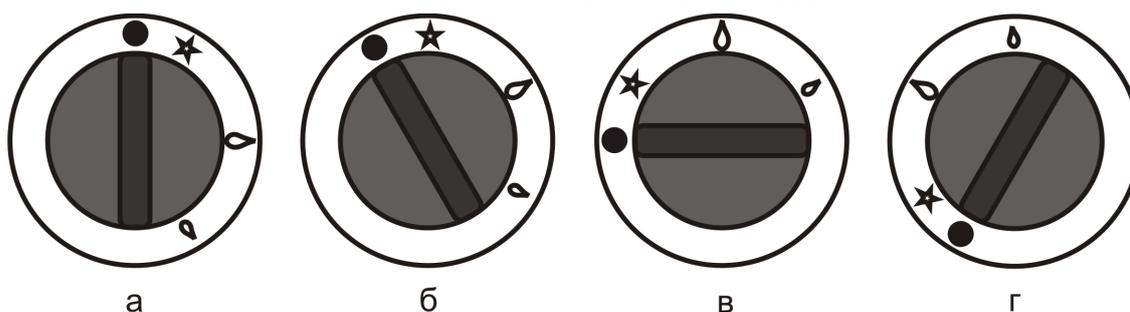
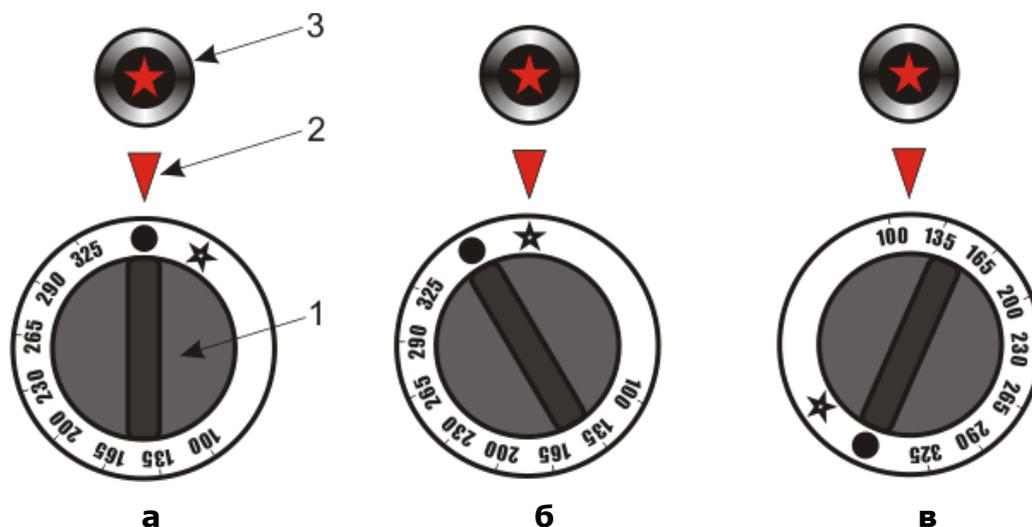

Рис.8. Соответствие положения ручки крана режиму работы горелок открытого пламени и горелок с закрытой поверхностью:
Рис.9. Положение ручки и режимы работы духового шкафа:
- Включите горелку и переведите ручку крана соответствующей горелки в режим «малого пламени» (см. рис.8г).
- Зажгите основную горелку духового шкафа (см. п.6.4) и установите температурный режим 100 °С (см. рис.9).
- Убедитесь в том, что ручки кранов находятся в положении, соответствующем закрытому состоянию крана (см. рис. 8а, рис. 9а). Если краны находятся в открытом состоянии, или в состоянии, соответствующем розжигу запальной
После окончания работы с плитой необходимо перевести все ручки кранов в закрытое состояние (см. рис. 8а, рис. 9а) и закрыть кран газопровода, а в случае использования баллонов СУГ – краны баллонов.
**Внимание! При первом включении плиты необходимо выпустить воздух из газового тракта. Для этого удерживайте ручку крана в нажатом состоянии в положении «розжиг запальной горелки» (рис. 8б, 9б) в течение 1 минуты, после чего можно приступить к работе с плитой.**
- В исходном состоянии ручка крана находится в положении, соответствующем закрытому состоянию крана (см. рис. 8а)
- Нажав на ручку крана до упора и, удерживая её в нажатом состоянии, поверните её против хода часовой стрелки в положение «розжиг запальной горелки» (см. рис.8б). Через 3 – 5 секунд (при первом пуске плиты, а также после каждой замены баллона – через 60 секунд) поднесите источник огня к запальной горелке или нажмите на соответствующую кнопку пьезорозжига 9 (см. рис.1). Если запальная горелка не зажглась, отпустите ручку крана, и, при повторном нажатии на нее, вновь поднесите источник огня к запальной горелке или нажмите кнопку пьезорозжига. После появления пламени в запальной горелке, удерживайте ручку крана в нажатом состоянии в течение 5-10 секунд, до срабатывания предохранительного клапана, кнопку пьезорозжига при этом можно отпустить. Затем отпустите ручку управления и убедитесь, что запальная горелка горит. Если запальная горелка погасла, следует повторить процедуру розжигания.
- При повороте ручки крана, с легким нажимом на нее, против хода часовой стрелки – кран открывается и осуществляется розжиг основной горелки. Положение крана в режиме «максимальное пламя» и «малое пламя» представлено на рис. 8в и рис. 8г соответственно. Перевод крана с одного режима на другой осуществляется с помощью легкого нажатия на ручку крана.
- При повороте ручки по ходу часовой стрелки в положение «розжиг запальной горелки» (см. рис. 8б) – главная горелка гаснет, а запальная горелка остается зажженной («дежурный режим»).
- Для выключения запальной горелки необходимо повернуть ручку крана, с легким нажимом на нее, по ходу часовой стрелки до упора (см. рис. 8а).
- В исходном состоянии ручка крана находится в положении, соответствующем закрытому состоянию крана (см. рис.8а).
- Нажав на ручку крана до упора и, удерживая её в нажатом состоянии, поверните её против хода часовой стрелки в положение «розжиг запальной горелки» (см. рис.8б). Через 3 - 5 секунд (при первом пуске плиты, а также после каждой замены баллона – через 60 секунд) поднесите источник огня к запальной горелке (через открытую крышку) или нажмите на соответствующую кнопку пьезорозжига 9 (см. рис.1). Если запальная горелка не зажглась, отпустите ручку крана, и, при повторном нажатии на нее, вновь попробуйте зажечь запальную горелку. После появления пламени в запальной горелке, удерживайте ручку крана в нажатом состоянии в течение 5-10 секунд, до срабатывания предохранительного клапана, кнопку пьезорозжига при этом можно отпустить. Затем отпустите ручку управления и убедитесь, что запальная горелка горит. Если запальная горелка погасла, следует повторить процедуру зажигания.
- При повороте ручки крана, с легким нажимом на нее, против хода часовой стрелки – кран открывается и осуществляется розжиг основной горелки. Положение крана в режиме «максимальное пламя» и «малое пламя» представлено на рис. 8в и рис. 8г, соответственно. Перевод крана с одного режима на другой осуществляется с помощью легкого нажатия на ручку крана.
- В исходном состоянии ручка крана находится в положении, соответствующем закрытому состоянию крана (см. рис.9а), при котором символ **О** на ручке крана совпадает с риской 2.
- Нажав на ручку крана до упора и, удерживая её в нажатом состоянии, поверните её против часовой стрелки в положение «розжиг запальной горелки» (см. рис.9б), при котором символ **★** на ручке совпадает с риской. Нажмите на ручку крана, утопив её еще глубже и через 3 - 5 секунд (при первом пуске плиты и после каждой замены баллона СУГ – через 60 секунд) поднесите источник огня к запальной горелке через смотровое окно 12 (см. рис.1) или нажмите на соответствующую кнопку пьезорозжига 3 (см. рис.9). Если запальная горелка не зажглась, отпустите ручку крана и, повторно нажав на нее, вновь попробуйте зажечь запальную горелку. После появления пламени в запальной горелке, удерживайте ручку крана в нажатом состоянии в течение 5-10 секунд, до срабатывания предохранительного клапана, кнопку пьезорозжига при этом можно отпустить. Затем отпустите ручку управления и убедитесь, что запальная горелка горит. Если запальная горелка погасла, следует повторить процедуру розжигания.
- При повороте ручки крана против хода часовой стрелки – кран открывается и осуществляется розжиг основной горелки (рис.9в).
- При повороте ручки по ходу часовой стрелки, в положение «розжиг запальной горелки», символ  на ручке совпадает с риской 2 (см. рис. 9б) – главная горелка гаснет, а запальная горелка остается зажженной («дежурный режим»).
- Для выключения запальной горелки необходимо повернуть ручку крана, слегка нажимая на неё, по ходу часовой стрелки до упора (символ  на ручке крана совпадает с риской 2 (см. рис. 9а)).